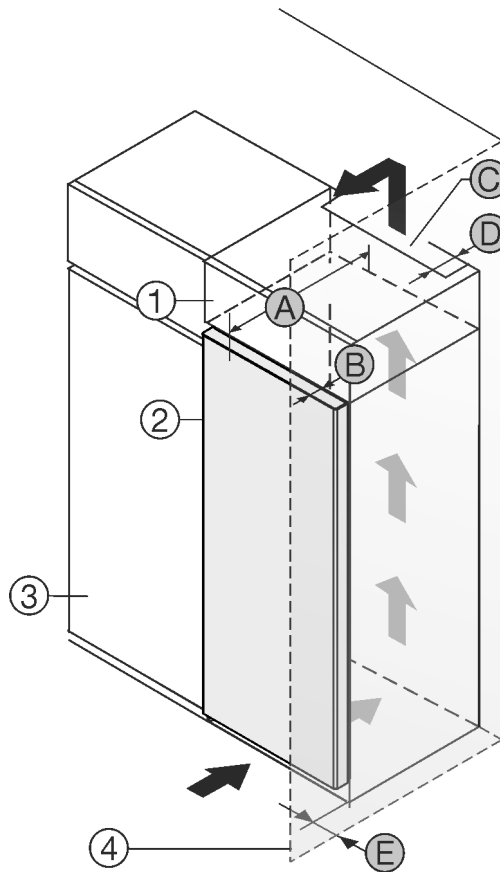

Fig. 1
- (1) Armario superior \*
- (2) Aparato \*
- (3) Armario de cocina \*
- (4) Pared \*
- (A) Profundidad del aparato \*
- (B) Profundidad de la puerta \*
- (C) Sección transversal de ventilación \*
- (D) Distancia con respecto a la parte trasera del aparato \*
- (E) Distancia con respecto al lateral del aparato \*
Puede colocar el electrodoméstico directamente al lado del armario de cocina Fig. 1 (3).\*
En la parte trasera del armario superior debe haber una cámara de salida de aire con una profundidad Fig. 1 (D) que abarque toda la anchura del armario.\*
Bajo el techo de la estancia debe mantenerse la sección transversal de ventilación Fig. 1 (C).\*
Si el electrodoméstico se instala con las bisagras junto a una pared Fig. 1 (4), la distancia entre el electrodoméstico y la pared debe ser de como mínimo 13 mm.\*
Para poder abrir totalmente la puerta, el electrodoméstico debe sobresalir la profundidad de la puerta Fig. 1 (B) respecto del frente del armario de cocina. El electrodoméstico puede sobresalir más en función de la profundidad de los armarios de cocina Fig. 1 (3) y del uso de distanciadores de pared.\*